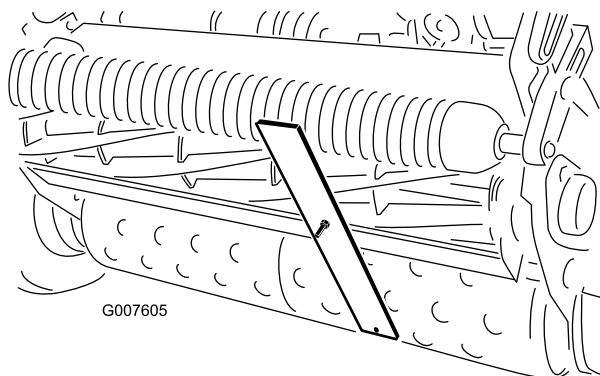

図 49
4. ゲージバーのネジ頭を下刃の先端に引っ掛け、バーの後端を後ローラに当てがう (図 49)。